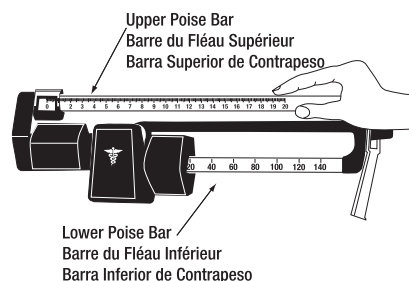

Fig. 4
(Model 400EXP - Figure 4)
- 1 Rotate both the upper and lower poise bars with a gentle twist of the wrist (Figure 4) to the selected unit of measure.
(Modèle 400EXP uniquement - Figure 4)
- 1 Faire tourner les barres supérieure et inférieure de contrepoids d'un léger mouvement du poignet (Figure 4) vers l'unité de mesure sélectionnée.